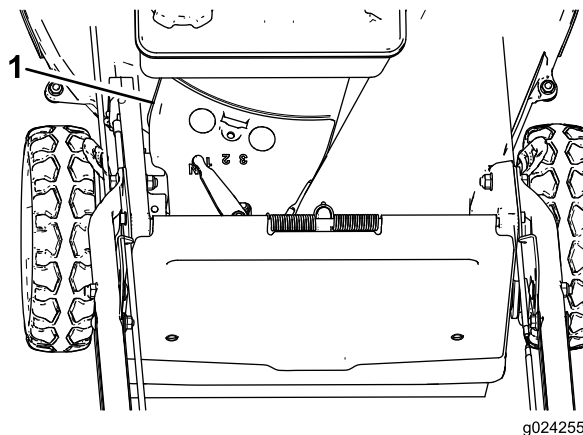

Bild 34
3. Nehmen Sie die Riemenabdeckung (**Bild 34**) vom Mähwerkgehäuse ab.